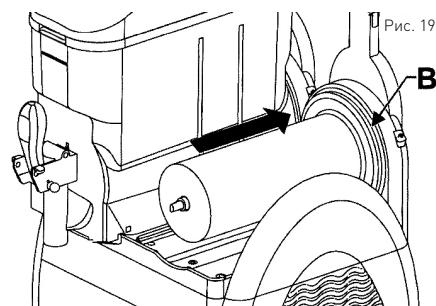

Рис. 19
- Затем наденьте уплотнительное кольцо контейнера (B) и вокруг него нанесите смазку в соответствии с представленным рисунком (Смотри: Рис. 19).